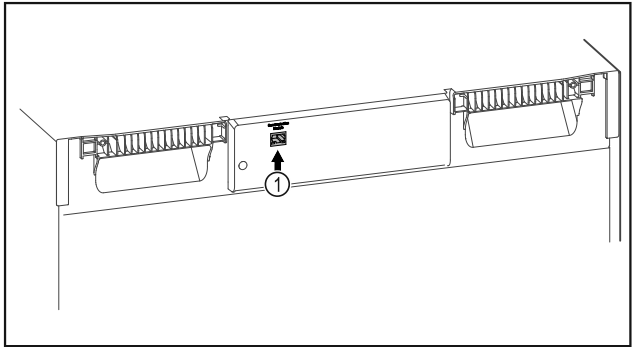

Fig. 127
- ❑ SmartModule Fig. 127 (1) 已使用。